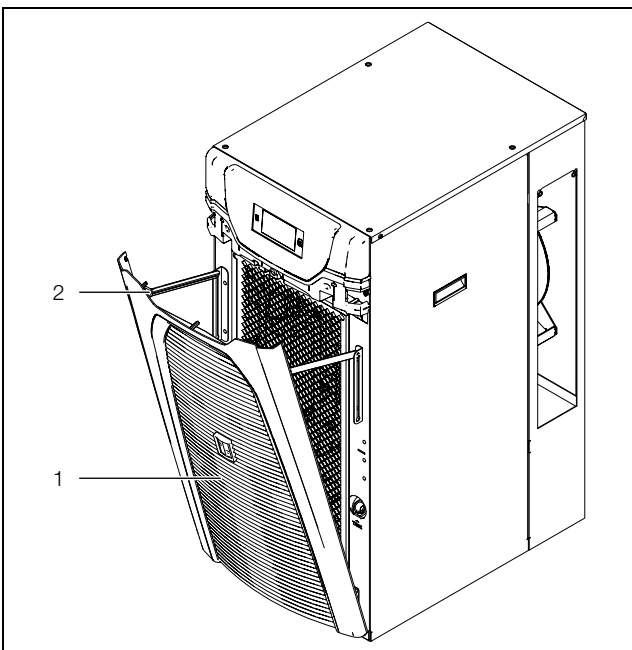

Abb. 38: Lamellengitter aufklappen 3334400 und 3334450
- Klappen Sie das Lamellengitter unterhalb des Gürtels nach vorne auf (Abb. 38, Pos. 1).